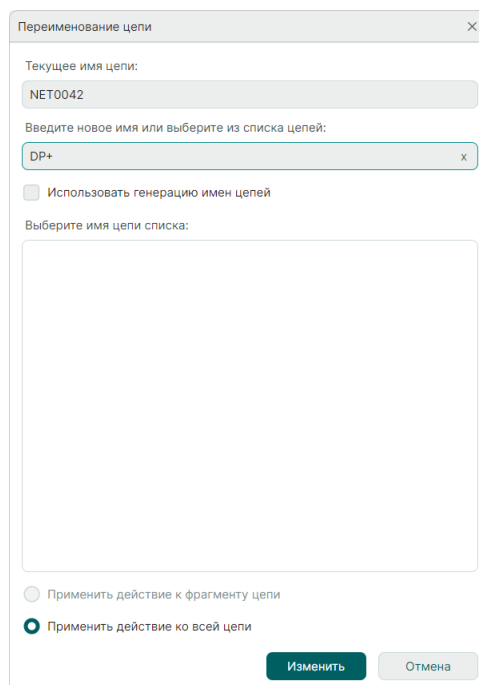

Рис. 138 Переименование первой цепи для создания диффпары
3. В окне «Переименование цепи» в поле «Введите новое имя или выберите из списка цепей» введите имя с суффиксом «+» или «_P» (сохраненные в системе в окне «Панель управления» суффиксы для формирования диффпары) в конце имени, см. Рис. 138.